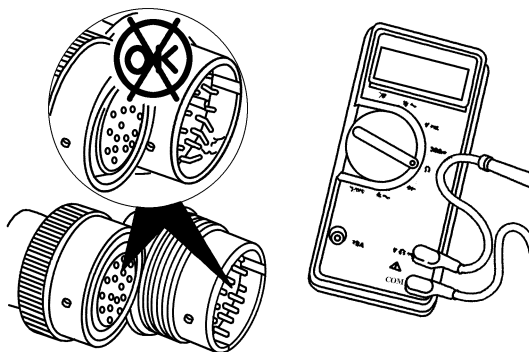

图 4-8 检查触针插头, 调整万用表以便测量电阻
② 测试传感器时, 只需断开传感器插头; 测试线束时, ECM 的线束插头和传感器上的插头或多个传感器都需断开, 确定需要测试的触针, 调整万用表以便测量电阻, 如图 4-8 所示。